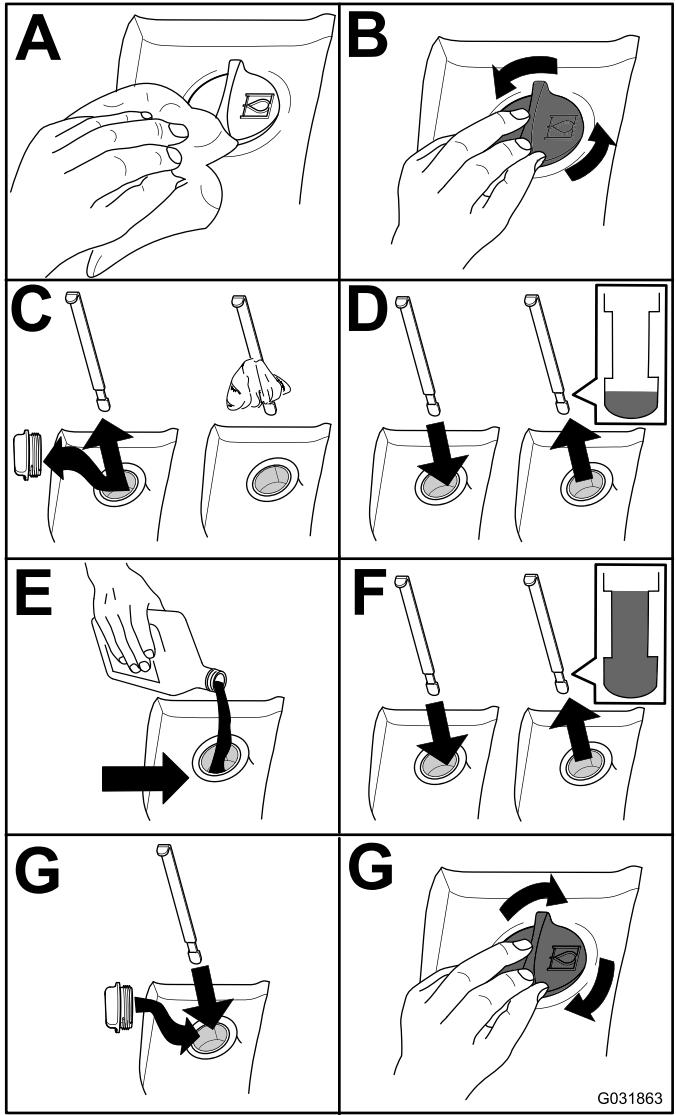

Figura 89
- Verifique o nível de fluido hidráulico (Figura 89).